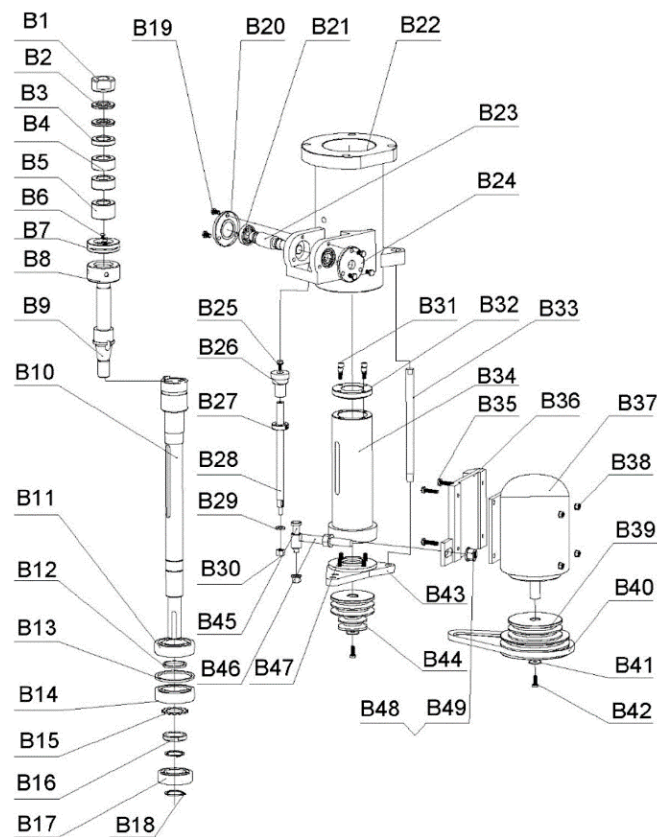

Рисунок 20.
- Ослабьте болты **35** (рис. 20), которыми электродвигатель крепится к основанию. Перемещая двигатель вверх или вниз, добейтесь правильного расположения шкивов.